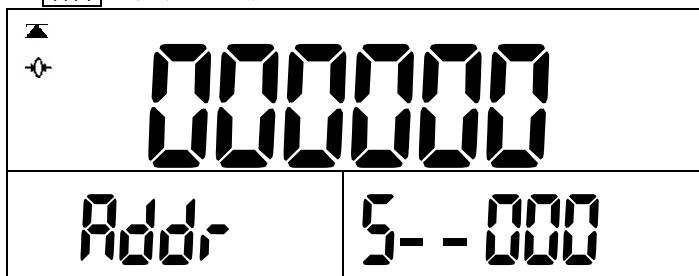
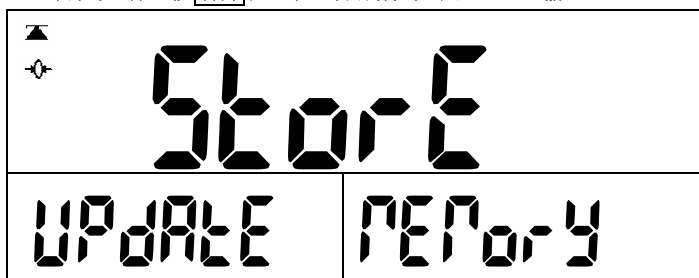

图 34
图 35
- h. 按**确认**键后输入存储地址，用数字键输入地址（3 位数地址），用**清除**键修改重新输入，显示如（图 34）
- 注：① 在输入地址时，地址号为 1~200，超出范围后显示错误 E6，几秒后返重新输入地址。
- ② 如果输入的地址已经有存储信息时，则提示如（图 35），按**确认**键确认更新，按**清除**键返回到初始值如图 34，重输入地址。